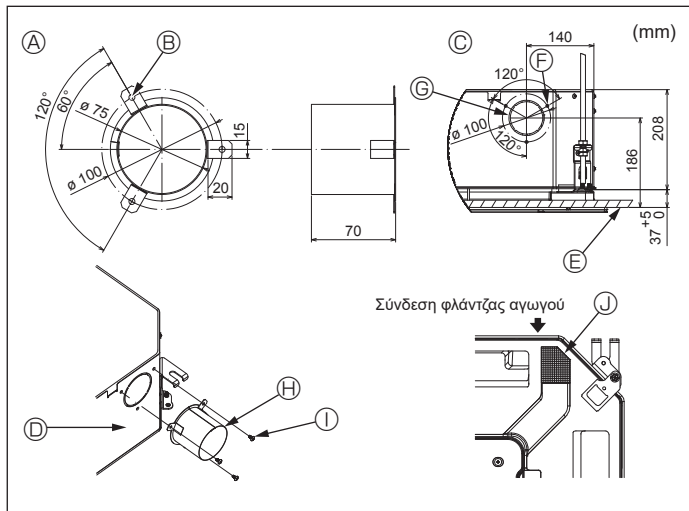

Fig. 4-3
4.3. Εγκατάσταση αγωγού (στην περίπτωση της εισαγωγής αέρα περιβάλλοντος) (Fig. 4-3)